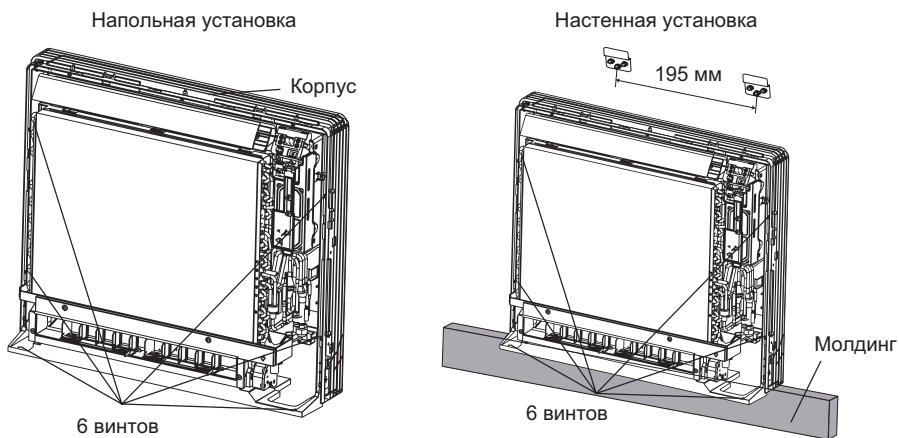

Рис. 10.41
- Используя отверстия в корпусе, прикрепите блок к полу или стене (рис. 10.41).